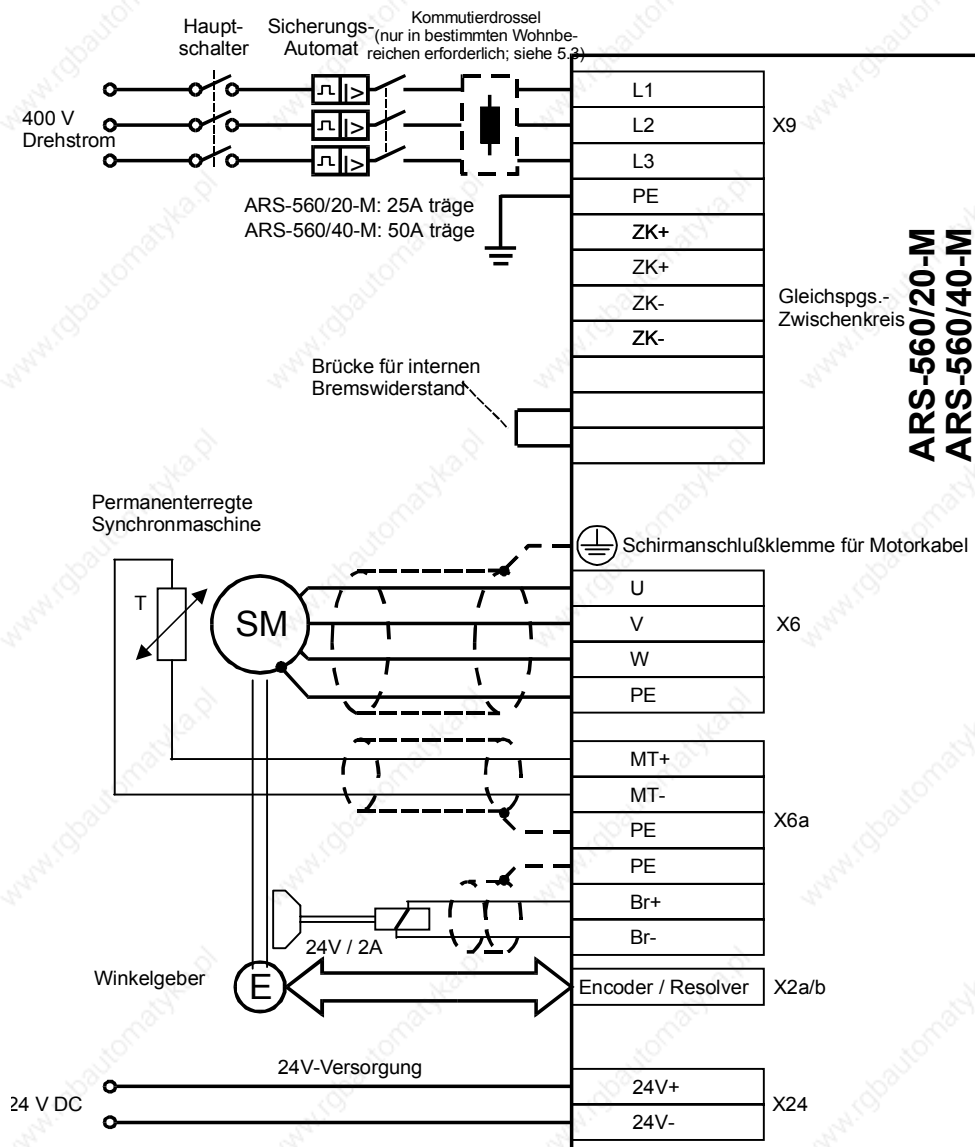

Bild 4.8: Anschluß an die Versorgungsspannung und den Motor
Der Anschluß des ARS an die Versorgungsspannung und den Motor erfolgt gemäß Bild 4.8.
- Es ist dennoch nicht ausgeschlossen, daß in bestimmten Wohnbereichsumgebungen zur Reduzierung der Netzoberwellen eine Kommutierdrossel erforderlich ist (siehe auch Bild. 4.8).